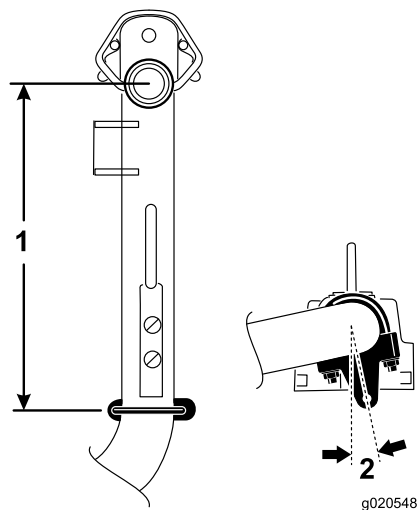

図 6
- 昇降アーム6番、7番では、ブラケットとUボルトが、ピボットナックルの中心線よりも37 cm 後ろになるように取り付ける 図 6。